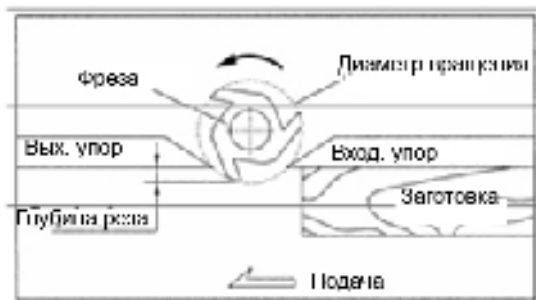

Рис. 4.1
1. Для нормальной работы правильно, когда две части алюминиевого упора (ВХОДА И ВЫХОДА) находятся на прямой линии, как показано на Рис. 4.1.